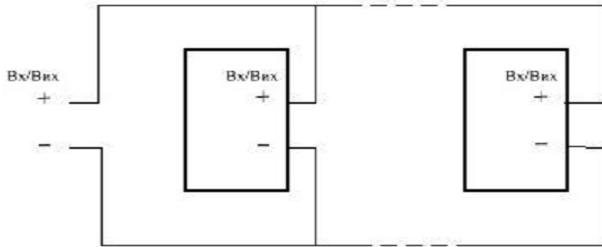

Рис. 8 Схема з'єднання сигналізаторів двопровідним шлейфом
7.2 Для об'єднання сигналізаторів в групу необхідно з'єднати їх за допомогою двопровідного шлейфу (дивись Рис. 8).
7.3 Для об'єднання сигналізаторів в групу необхідно витягти заслінку на корпусі сигналізатора та вставити клемник (додається в комплекті) в контактні штири плати сигналізатора під'єднавши, дотримуючись полярності, двопровідний шлейф до даного роз'єму сигналізатора (дивись Рис.8).